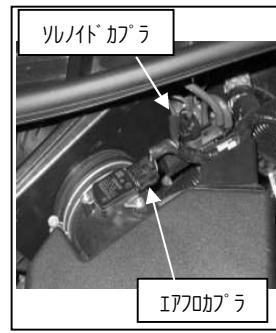

図1
- ①エアフロカプラ、ソレノイドカプラを取り外します。図1参照